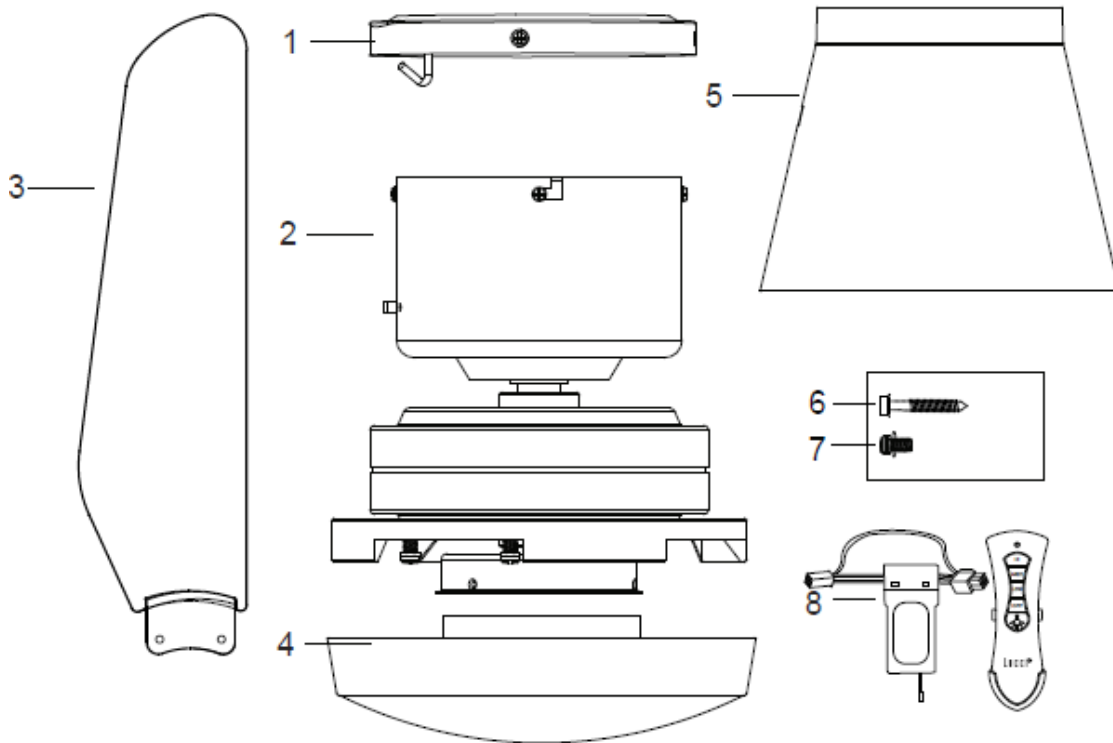

Fig. 1
- Examinez toutes les pièces, vous devriez avoir la liste suivante et la figure 1 :